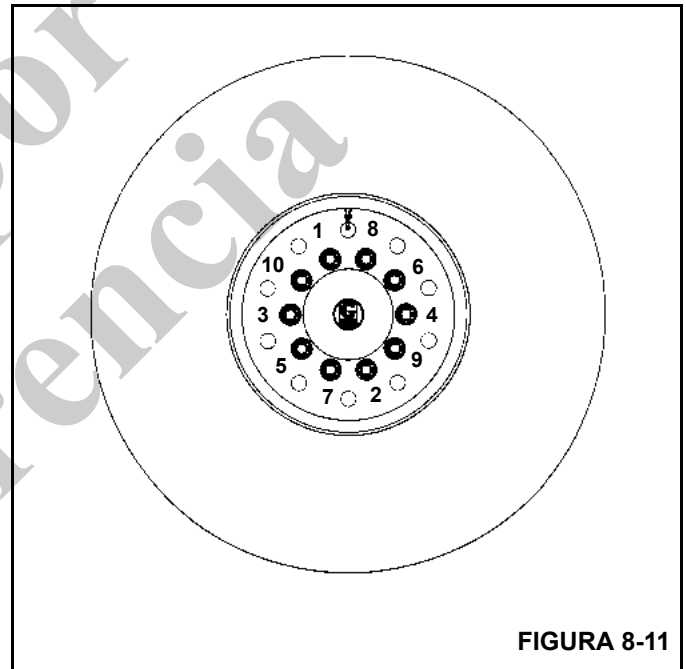

FIGURA 8-11
3. Apriete las tuercas de rueda a 610 a 678 Nm (450 a 500 lb-pie) siguiendo la secuencia ilustrada en la Figura 8-11.